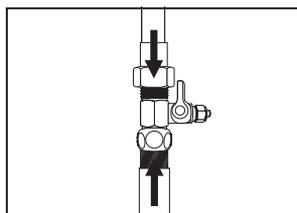

рис. 2.3
- Прикрутите гайку подводки холодной воды к шаровому вентилю. (рис. 2.3).